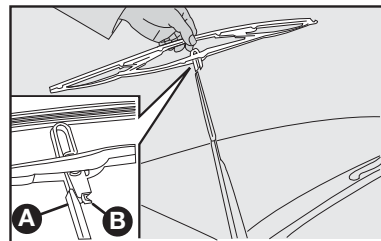

fig. 28
Substituição das palhetas do limpador do para-brisa - fig. 28
2) Tirar a palheta apertando a trava **B**-fig. 28 na haste **A** e simultaneamente empurrando-a para baixo, a seguir, desengatar a palheta da haste **A**;